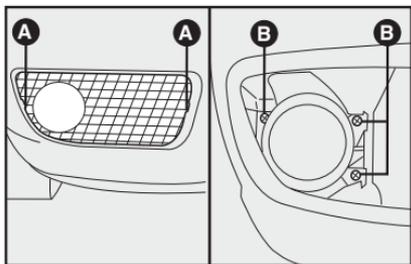

fig. 20
## FARÓIS DE NEBLINA - fig. 20
- 1) retirar a grade com uma chave de fenda nos pontos indicados em **A-fig. 20**.
- 2) retirar os parafusos indicados por **B-fig. 20**.